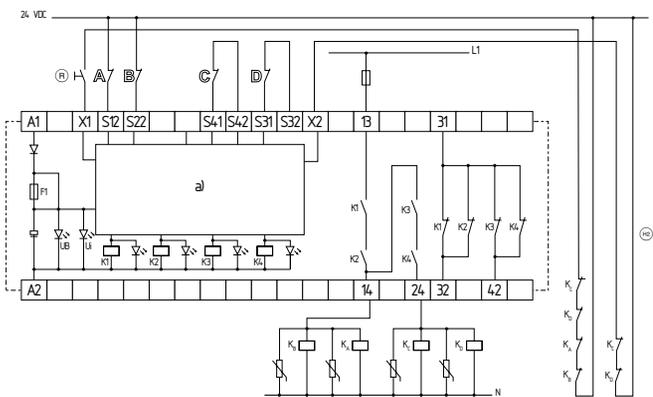

図2: SRB 202CS, 202CS/T
- 2つの接点A B付き非常停止スイッチ切り替え、2つの接点C D付、最低1つの強制開離スイッチ付、外部リセット釦® (遮断レベル1) 付防護扉監視例などの2チャンネル構成 (図2参照)